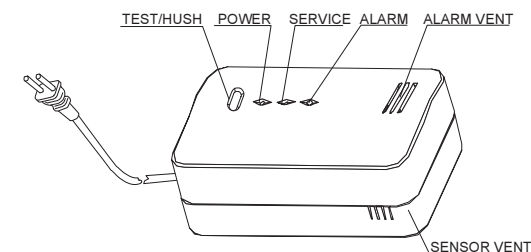

Fig. 4
6. Si la transmission est effectuée avec succès l'écran affiche: "Enregistrer? Valider (Fig. 4)